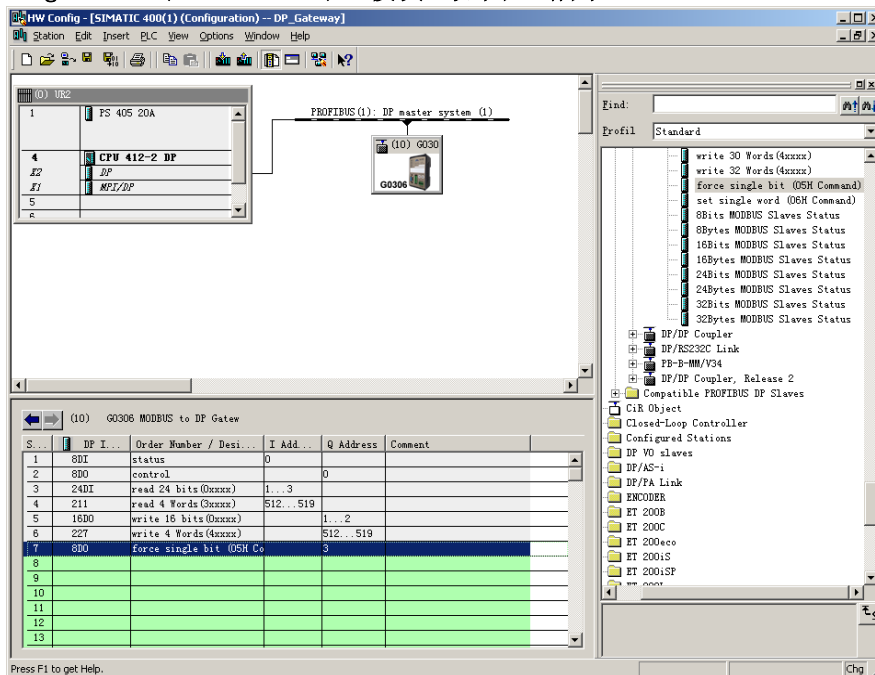

图 28 添加 “force single bit (05H Command)” 模块
a) 添加 “force single bit (05H Command)” 模块, 如图 28 所示: